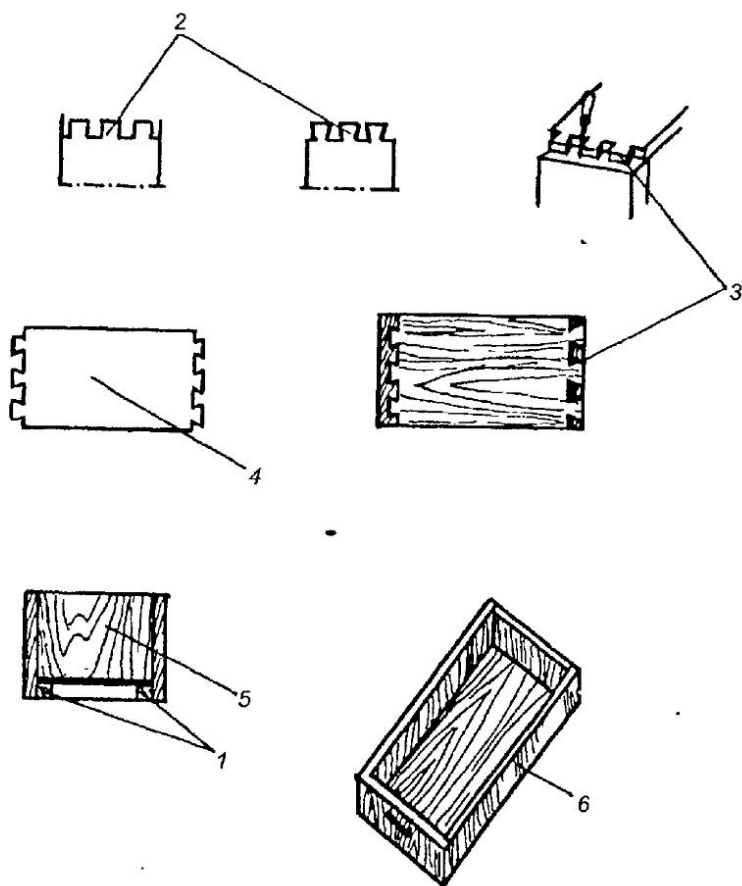

Рис. 171. Ящик
**Ящик.** Ящик — деталь, которая используется почти в каждом столе, тумбочке, подставке, в шкафах, буфетах. Так или иначе, но технология изготовления типового ящика вам всегда пригодится. Ящики представляют собой коробку, которая состоит из четырех стенок и дна (рис. 171). Передние стенки ящиков делаются более толстыми, чем боковые и задняя стенка. Заднюю стенку рекомендуется делать на 3–5 мм уже, чем передняя стенка, для того, чтобы